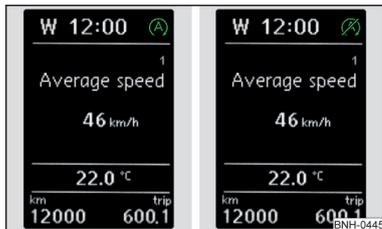

Fig. 100
Si aparece después de detener el vehículo en la pantalla de segmento el aviso **START STOP NO ES POSIBLE** y/o en la pantalla MAXI DOT el símbolo de control  » fig. 100, entonces no se cumplen las condiciones para la desconexión automática del motor.
Si se realiza una desconexión automática del motor, en la pantalla de segmento aparece el aviso **START-STOP AKTIV** y/o en la pantalla MAXI DOT aparece el símbolo de control (A) » *fig. 100 de la página 117.*